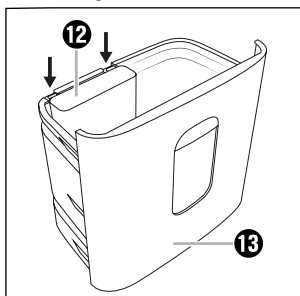

Fig. 3
- ◆ Monte o recipiente de recolha pequeno **12** no recipiente de recolha grande **13** (ver fig. 3).